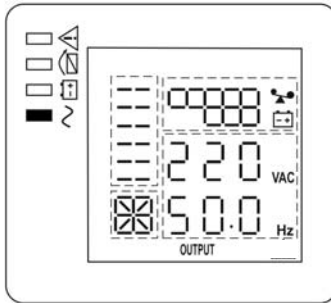

Рисунок 12 — состояние ЖК-дисплея и индикаторов в режиме «ОСНОВНОЙ» (АКБ и нагрузки подключены)
«ОСНОВНОЙ» и продолжит заряд АКБ. Индикатор «БАЙПАС» погаснет, а индикатор «ИНВЕРТОР» включится (см. рисунок 12).
- Включите нагрузки. Если нагрузок много, необходимо включать их последовательно, одну за другой, на ЖК—дисплее отобразится уровень нагрузки (см. рисунок 12 ).
Вновь подать сетевое напряжение. Изделие должно автоматически перейти в режим «ОСНОВНОЙ» (см. рисунок 12), либо в режим «ЭКО», если параметр ESO включён (см. Приложение 2, описание настройки параметров изделия).